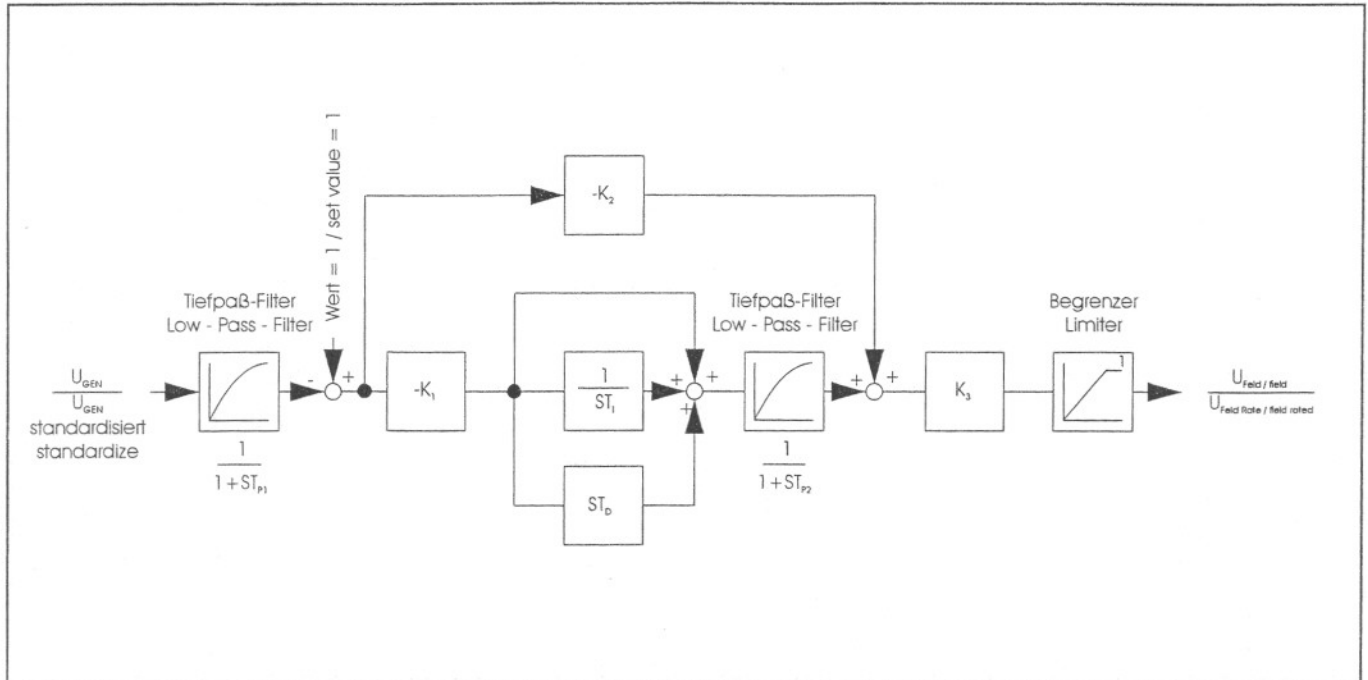

Рис.10. Эквивалентная схема автоматического регулирования
Отдельные параметры в эквивалентной схеме ( см. рис. 10. Эквивалентная схема автоматического регулирования ) могут быть рассчитаны следующим образом :
**(Рис.10. Эквивалентная схема автоматического регулирования)**